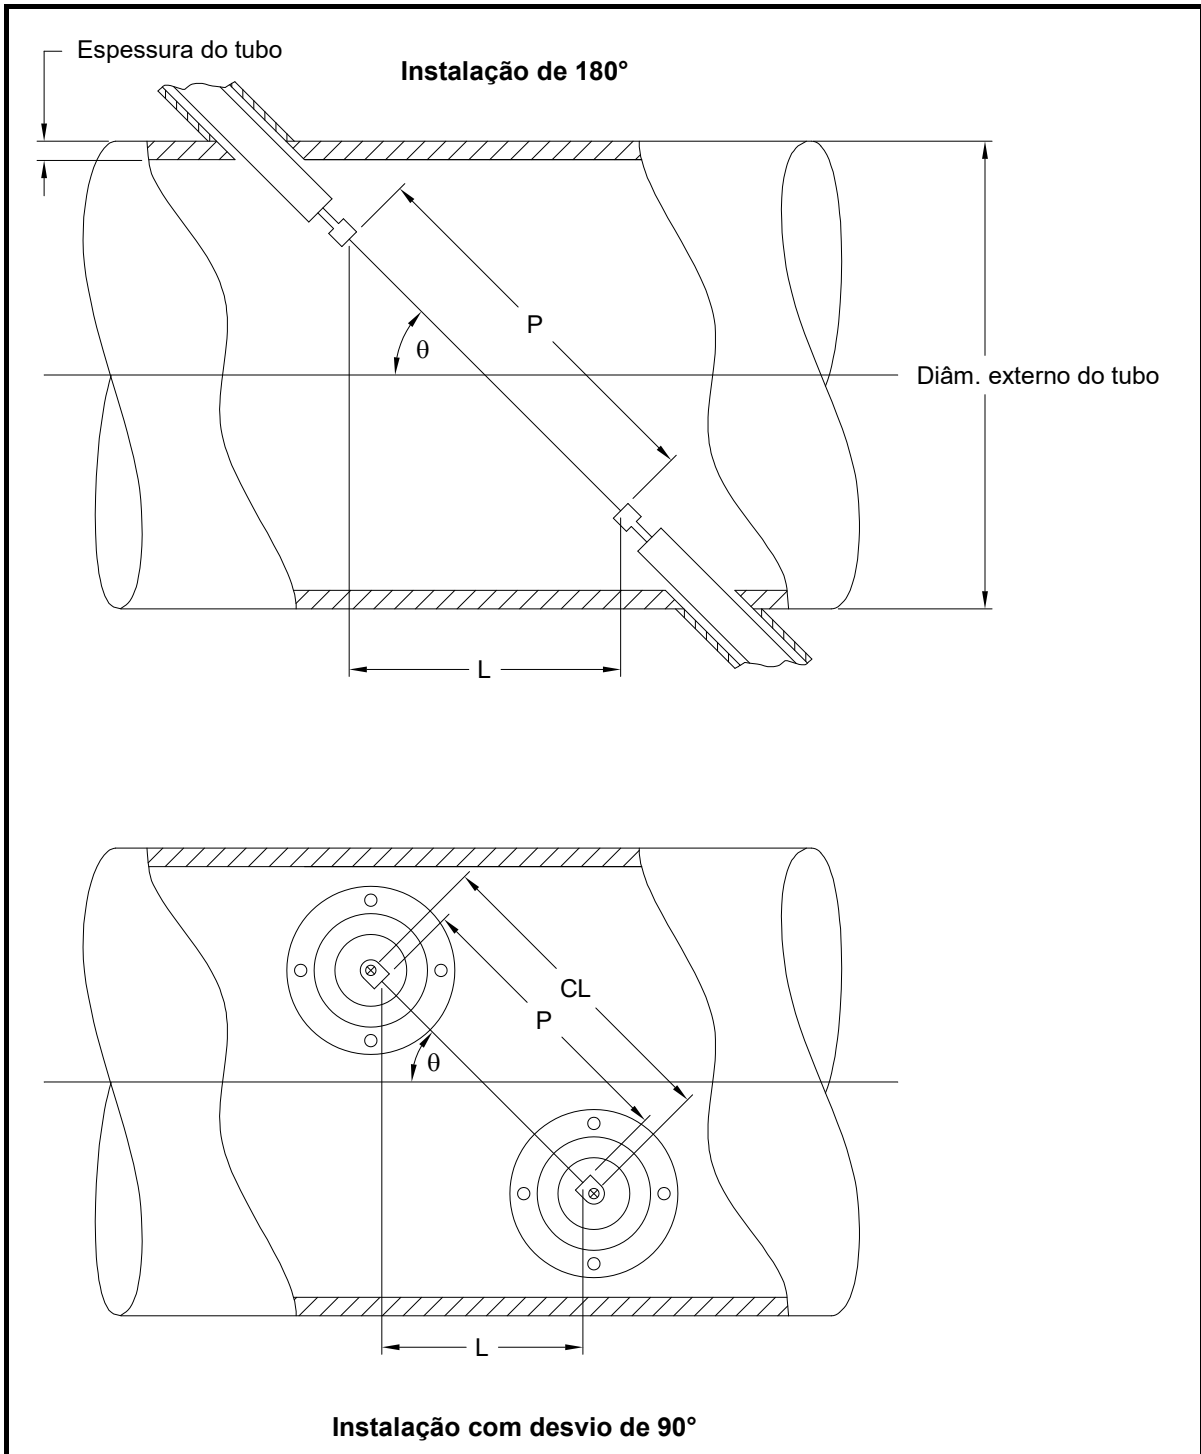

Figura D-1: Visão superior das instalações do transdutor
A exatidão dos valores P e L programados é essencial para a precisão das medições da taxa de vazão. Se a Panametrics fornecer a célula de fluxo para o sistema, os valores corretos estarão incluídos na documentação que acompanha a unidade. Quanto aos transdutores instalados em um tubo existente (veja a Figura D-1 na página D-2), P e L deverão ser medidos no local. Este apêndice fornece instruções para determinar corretamente essas dimensões.
Sempre que possível, meça fisicamente a distância face a face (P) e a distância axial (L) entre os centros das faces planas dos transdutores. Consulte na Figura D-1 na página D-2 uma ilustração das distâncias corretas para medição, em uma instalação típica.
Com uma instalação de transdutor com desvio de 90°, algumas vezes, os únicos parâmetros conhecidos são o ângulo do transdutor (θ) e a distância da linha central entre os corpos do transdutor (CL). Nesse caso, ainda será possível calcular P e L combinando a Equação D-1 mencionada com esta Equação D-2 adicional (consulte a Figura D-1 na página D-2):